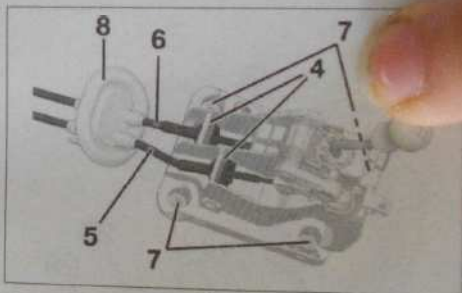
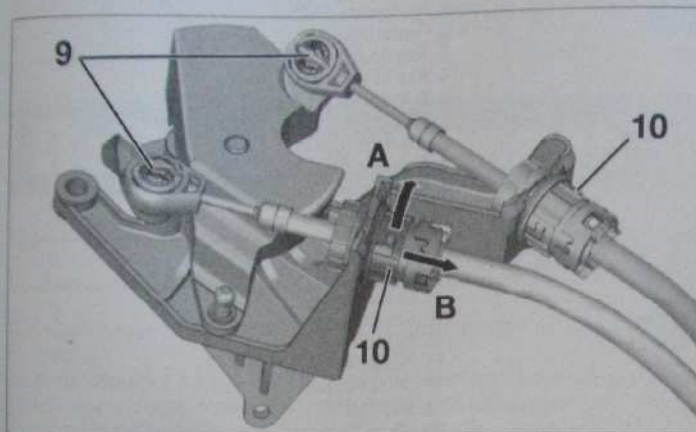

Fig. 14
Fig. 15
- Déposer les agrafes (4) (Fig.14).
- la bride de câble de sélection de vitesses (2),
- la rotule (3) à l'aide d'une pince à becs.
- Écarter les câbles de sélection (5) et de passage (6) des vitesses du boîtier de commande.
- Dégrafer l'entretoise de maintien du joint d'étanchéité (8) de la caisse.
- Désaccoupler les rotules (9) (Fig.15).
- Pivoter les bagues (10) suivant la flèche (A).
- Tirer les bagues (10) suivant la flèche (B).